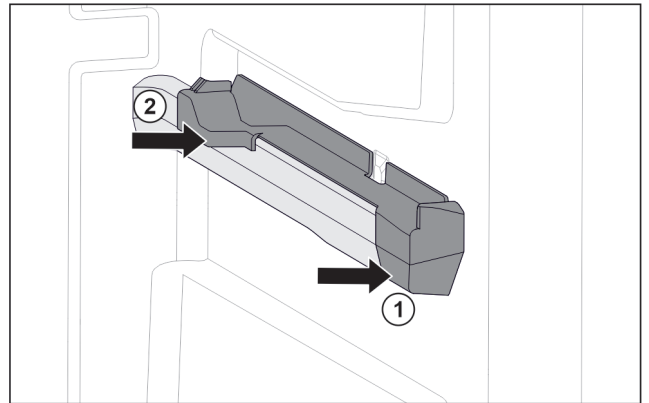

Fig. 86 Felhúzó elem a jobb oldali tartóbordán
- ▶ A felhúzó elemet elől tegye fel a tartóbordára. Fig. 86 (1)
- ▶ Hátul nyomja meg a felhúzó elemet. Fig. 86 (2)